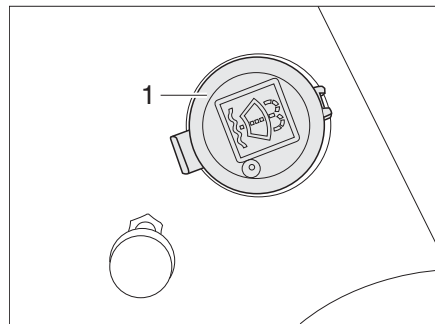

Bild 33 Einfüllstutzen Waschwasserbehälter
- Den Deckel (Bild 33,1) vom Einfüllstutzen des Waschwasserbehälters abnehmen.